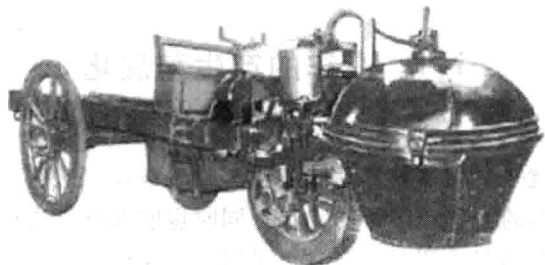

图 1-3 世界上第一辆蒸汽汽车
1769年，法国人居尼制造了世界上第一辆由蒸汽驱动的三轮汽车，如图1-3所示。车身是用硬木架制成的，由3个一人多高的车轮支撑。车的前面放着容积为50L的梨型大锅炉，锅炉后面有两个容积为11 gal^①的气缸。锅炉由简单的曲拐把活塞的运动传递到前轮，使前轮转动。同时前轮也是转向轮，由于前轮上压着很重的锅炉，操纵转向杆很不方便。这辆蒸汽汽车还有一个缺点就是每走15 min，锅炉的压力就消耗殆尽，只得停下来加水再生成蒸汽，而它的时速只有4 km/h。有时候明知要减速转弯就是慢不下来，转不过去，只能眼睁睁地看着车撞上障碍物，要么就是制动太狠，轮轴断裂。更可怕的是，炉压过高，一时难以控制，经常发生锅炉爆炸事件。而且乘坐这种车还得看天气：下雨天车上遮盖不严，道路泥泞不安全；严寒天烧水难，易熄灭，行驶也慢；热天坐在锅炉边没人愿意忍受；刮风天要看风向，顺风时车尾的浓烟会把乘车人熏得喘不过气来。这就是人类发明的第一辆由自身动力驱动的车辆，是现代车的“雏形”。